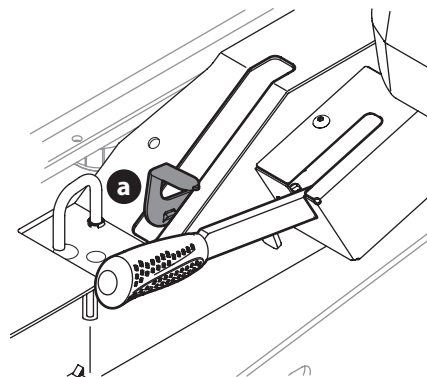

Fig. 40
- Enclenchez les soupapes de dérivation de la transmission en tirant le levier de dérivation (a) vers l'extérieur, puis vers le haut et jusqu'en arrière (Fig. 40).
- Pour débloquer le levier de dérivation (a), poussez le levier vers l'avant (Fig. 40).